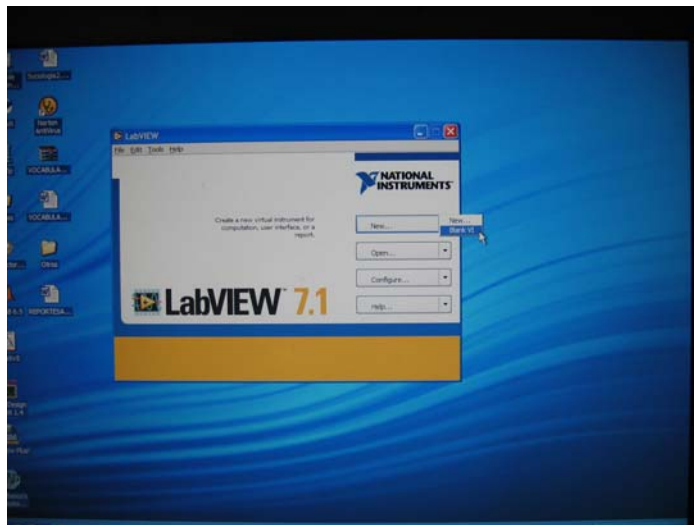

Figura 7.6: Abrir un VI en blanco.
- Abrir una página en blanco (figura 7.6).